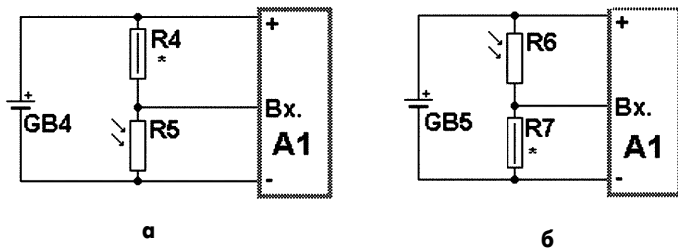

рис.16
Можно применить узел А1 для сигнализации о достижении определенного уровня освещенности (рис.16,а, б). Фотосопротивление изготавливается так, что световые лучи могут проходить внутрь материала полупроводника, при этом увеличение освещенности приводит к увеличению проводимости фотосопротивления и снижению его сопротивления электроток.
На рис.16,а фотосопротивление R5 подводит "минус" питания к входу сигнализатора. Световые лучи увеличивают его проводимость и "помогают" включить звуковой сигнал. Резистор R4 подводит "плюс" к входу сигнализатора. Его ток "закрывает" сигнализатор. В зависимости от соотношения номиналов этих сопротивлений сигнал может включаться или выключаться. В целом схема выдает звук при освещении R5. Резистор R4, если его сопротивление низкое, "загрубляет" схему - требуется более сильное освещение для вклю-
В схеме рис.16,б фоторезистор R6 подключен к "закрывающему" потенциалу ("плюс"), а сопротивление R7 подводит к входу сигнализатора открывающий ток. Эта схема реагирует на снижение освещенности.
- сигнализатор пожара, проникновения людей в темное охраняемое помещение, схода Солнца (рис.16,а);
- сигнализатора пропадания света в помещении, перекрывания светового потока автомобилем ("охранный" луч может быть невидимым для глаз), наступления сумерек (рис.16,б).